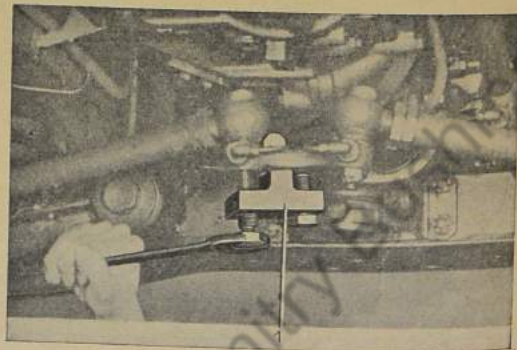

Bild 492: Kugelzapfen abdrücken
3. Mit Abdrücker Nr. 1505 die Kugelzapfen aus Spurstangenhebel bzw. Lenkspurhebel herausdrücken (Bild 492).